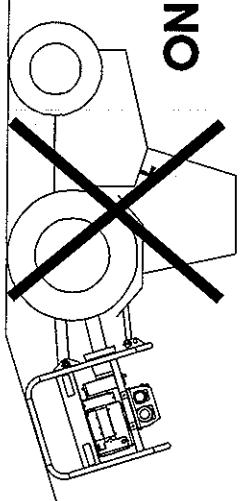

fig.2d
- Collegare le apparecchiature alle prese del quadro, e verificare che in tali condizioni la frequenza di lavoro rimanga all'interno del range 49-52.5Hz (fig.2d). Durante il funzionamento verificare spesso il valore della frequenza, ed eventualmente correggerla adeguando il numero di giri dell'altrettante
- Connect equipments to the control board and check that the frequency value is kept within the range 49-52.5Hz. Check often frequency value during working period and adjust it if necessary by modifying tractor rpm. (fig.2d)
- Brancher les appareils sur les prises du tableau électrique, et vérifier que dans ces conditions la fréquence de travail reste à l'intérieur de la plage de valeurs 49-52.5Hz (fig.2d). Pendant le fonctionnement, vérifier souvent la valeur de la fréquence et, le cas échéant, la corriger en adaptant le nombre de tours tracteur.
- Comprobar que no hay equipos conectados a las tomas de corriente del cuadro eléctrico, poner en marcha el tractor, y comprobar que en estas condiciones la frecuencia de trabajo se mantiene en el interior del intervalo 49-52.5 Hz (fig.2d). Durante el funcionamiento comprobando que no se presenten vibraciones y/o ruidos anormales.
- Conectar los equipos a la toma de corriente del cuadro, y comprobar que en estas condiciones la frecuencia de trabajo se mantiene en el interior del intervalo 49-52.5 Hz (fig.2d). Durante el funcionamiento modificar el número de revoluciones del tractor: